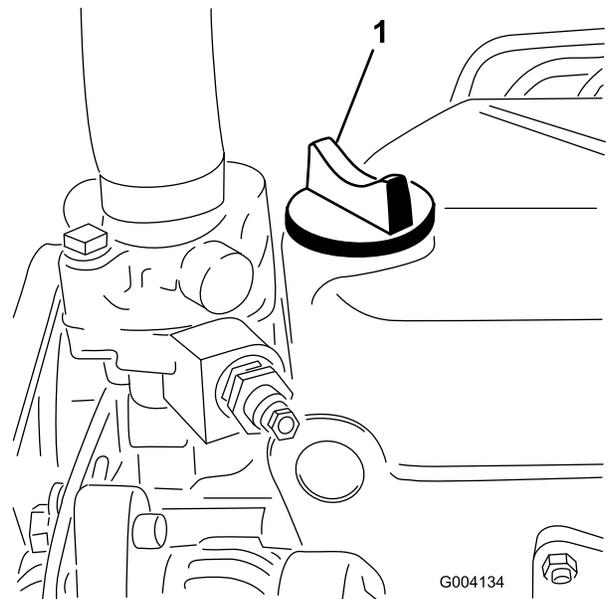

Bild 29
5. Wenn der Ölstand unter der VOLL-Markierung liegt, nehmen Sie den Fülldeckel ab (Bild 29) und gießen Sie genug Öl ein, um den Ölstand bis zur VOLL-Markierung anzuheben.